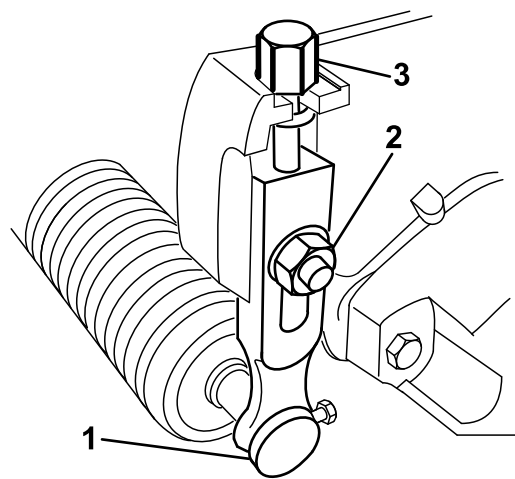

Figura 10
1. Slăbii contrapiulițele care fixează braele pentru înălțimea de tăiere de plăcile laterale ale unității de tăiere (Figura 10).